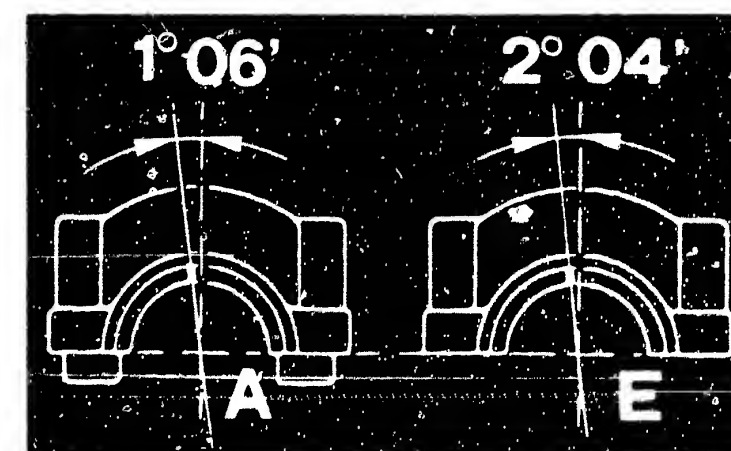

Bild 8 Markierungen an den Lagerdeckeln der Nockenwellen, von der Schwungradseite aus gesehen. A = Auslass-, E = Einlassnockenwelle.
Die Nockenwellen sind direkt im Zylinderkopf gelagert und betätigen die Ventile über Tassenstößel. Beim Einbau der Nockenwellen ist darauf zu achten, dass die Lager gleichmässig angezogen werden und die Markierungen auf dem vorderen Lagerdeckel stimmen (Bild 8).
Nocken (4) der Nockenwellen (3) zeigen nach aussen. Die Markierungen müssen mit denjenigen auf dem Lagerdeckel 5 übereinstimmen (Bild 8).